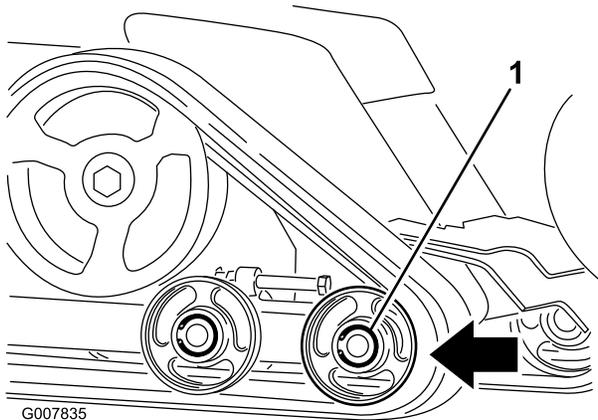

Figura 47
6. Spingete indietro la ruota anteriore non motrice quanto più possibile (Figura 47).
8. Dopo avere liberato il cingolo dalla ruota non motrice, toglietelo dalla macchina (Figura 47).
9. Avvolgete il nuovo cingolo iniziando dalla ruota conduttrice e controllando che i denti del cingolo si posizionino tra i distanziali della ruota stessa (Figura 47).
10. Spingete il cingolo sotto le ruote non motrici (Figura 47).